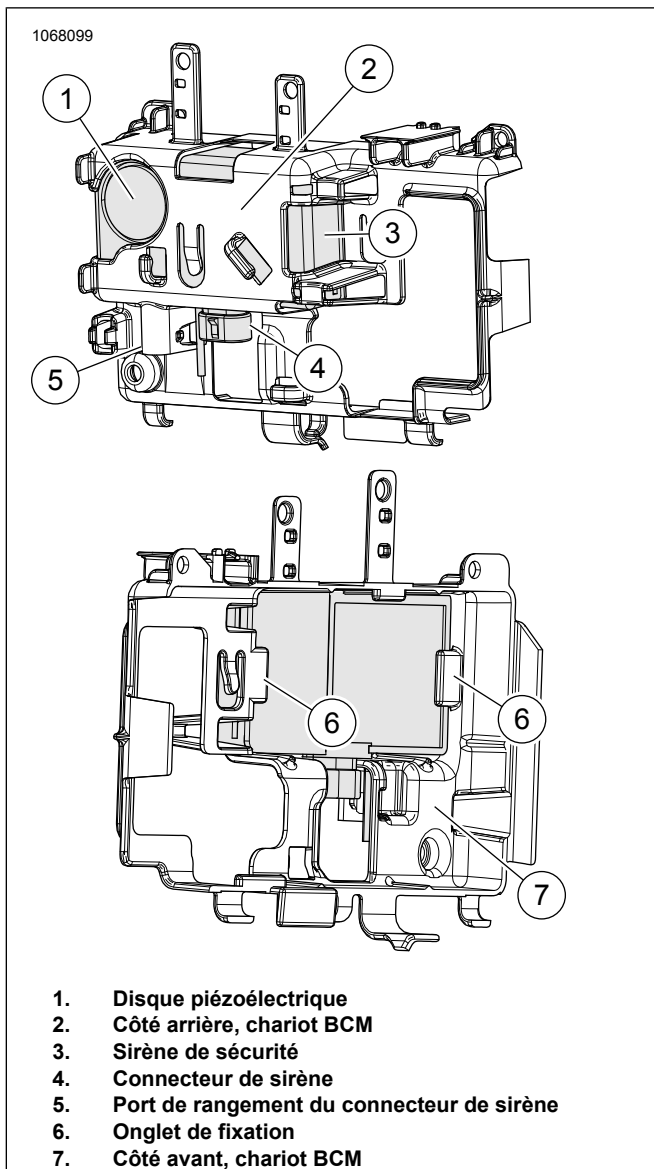

Figure 25. Softail 2018 et ultérieurs
6. Voir la Figure 25. Déconnecter le connecteur de la sirène de sécurité (5) du derrière du chariot BCM (2).
7. Connecter les connecteurs (4).
8. Installer la sirène de sécurité dans le coté avant du chariot BCM (7).
- a. Vérifier que le disque sondeur (1) fait face au derrière du véhicule.
- b. Placer la sirène de sécurité dans le chariot BCM et presser en place les onglets de verrouillage (6).